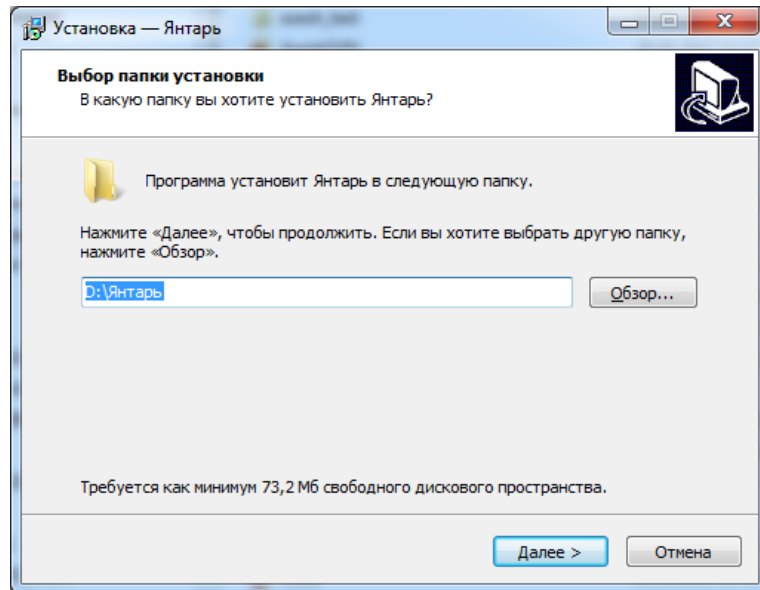

Рисунок 15.8.
2. Выбрать папку для установки (Рисунок 15.8).